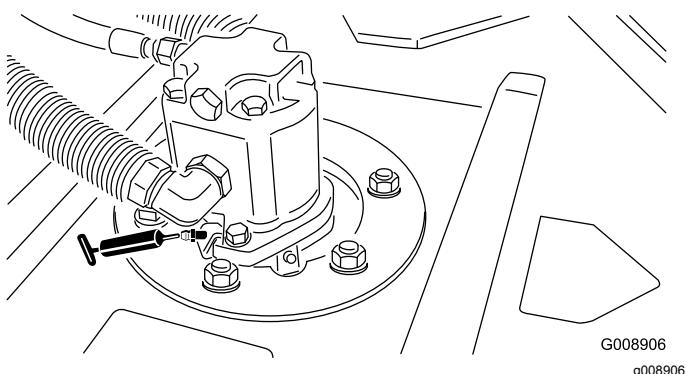

Figura 51
- Cojinetes de los ejes de las unidades de corte (2 por unidad de corte) (Figura 51).